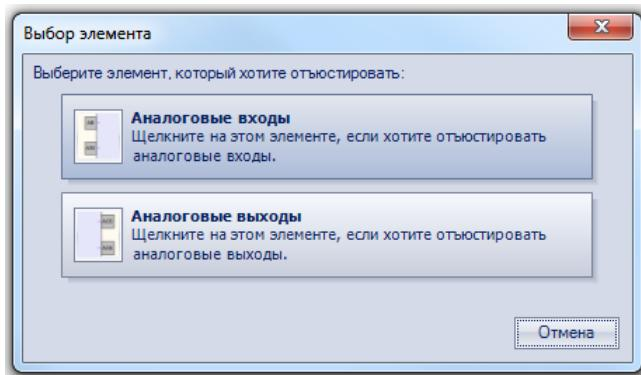

Рисунок 8.8 – Меню выбора элемента
- В диалоговом окне «Выбор элемента» выбрать пункт «Аналоговые выходы» (см. рисунок 8.8).